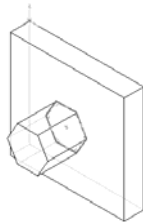

图 5-49 生成凸台特征
**②** 创建拉伸基体特征。
3) 单击按钮完成凸台拉伸特征，如图 5-49 所示。
**①** 选择凸台的顶端面作为螺纹孔的平面，然后单击[特征]控制面板上的[异型孔向导]按钮，或选择[插入] | [特征] | [孔] | [向导] 命令。